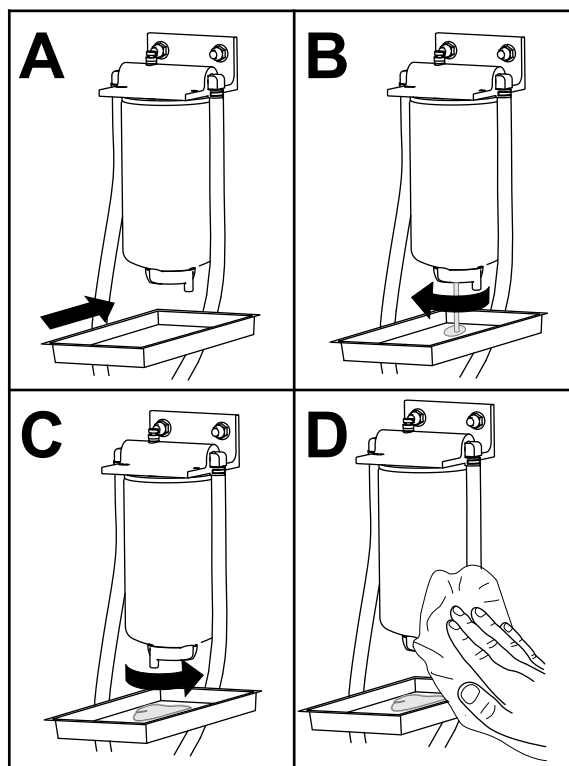

図 119
- 図 119 に示すようにして、燃料/水セパレータから水を流し出す。